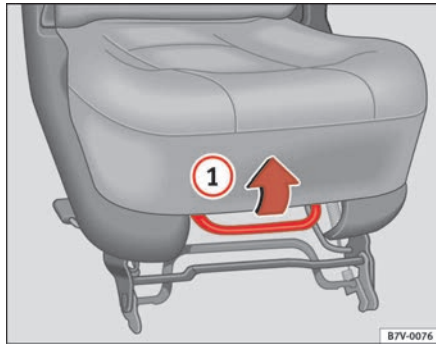

Abb. 89 Verschieben des Sitzes in der Längsrichtung
- Ziehen Sie den Entriegelungsbügel ⇒ Abb. 89 in Pfeilrichtung nach oben und halten ihn in dieser Stellung fest.